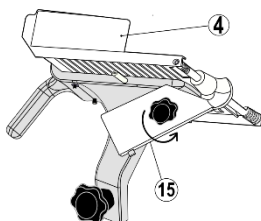

FIG 4. LIBERAR PISÓN
- 1.- Coloque el producto a cortar sobre el carro (4).
- 2.- Levante el pisón (15) y jálalo hacia Ud. para liberarlo. Sin forzarlo, gírelo en contra de las manecillas y posicione lo encima del carro (4), sobre el producto (Fig. 4).